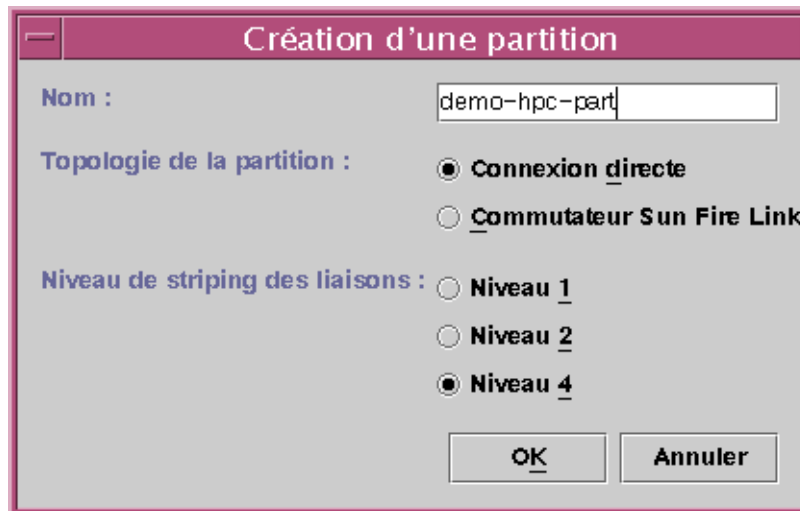

FIGURE 6-6 Boîte de dialogue « Création d'une partition »
2. Remplissez les champs de Création d'une partition puis cliquez sur OK quand vous avez terminé. Voir la FIGURE 6-6.